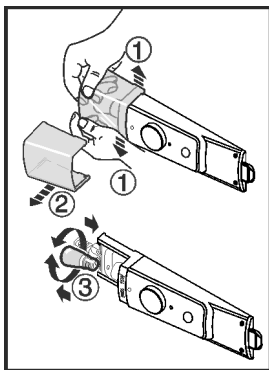

Fig. 9
- ▶ Paina lampun suojusta kuvan mukaisesti edestä erilleen Fig. 9 (1) ja irrota vetämällä sivulle Fig. 9 (2).
- ▶ Vaihda lamppu. Fig. 9 (3)